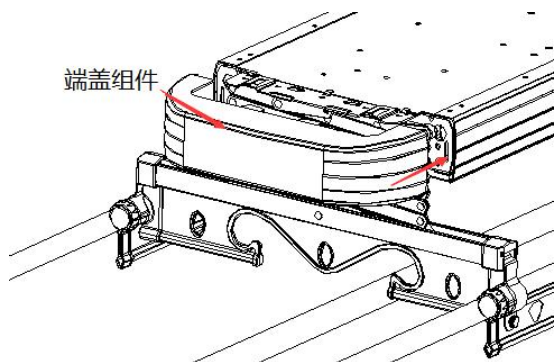
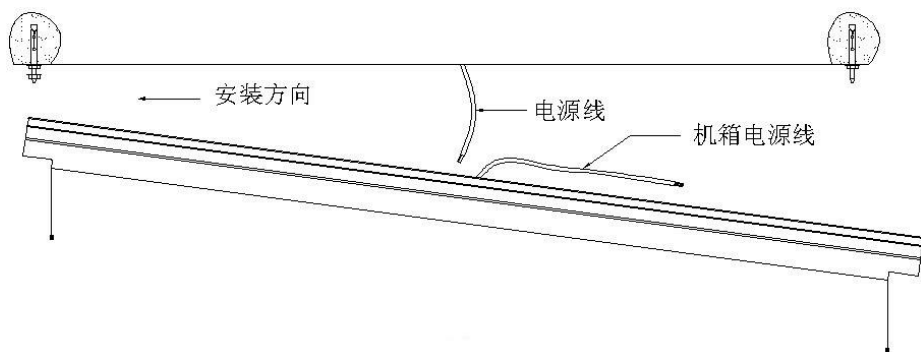

图 6
图 7
5、拆下两端的主机端盖，如图 6 所示。然后小心托起主机，将主机一端插在两个膨胀螺丝的垫片上，接着托起另一端把垫片及螺母装上锁紧，然后，再把第一端的螺母拧紧，如图 7 所示。